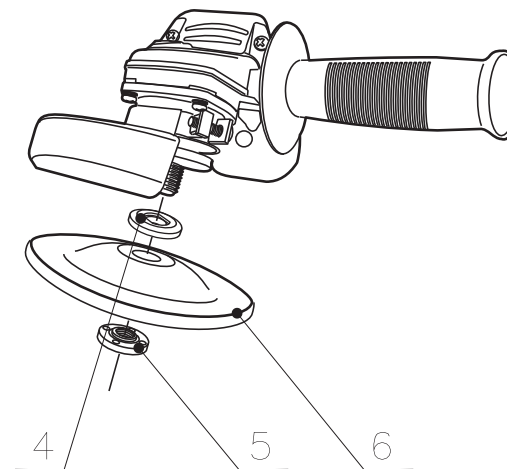

Рисунок 3.
- 4. Шайба прижимная внутренняя (рис. 3)
- 5. Шайба прижимная внешняя (рис. 3)